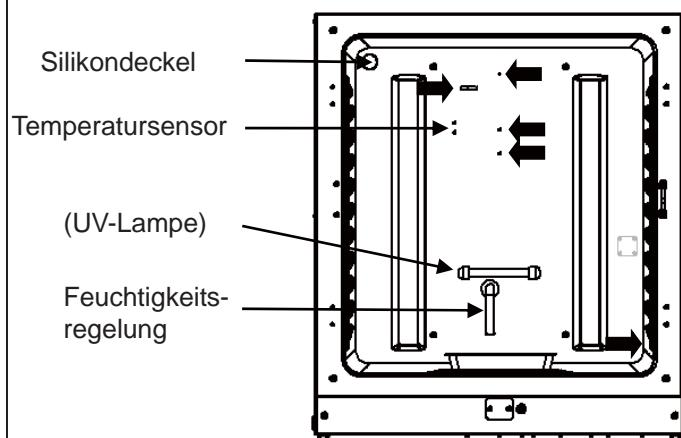

Abb. 2
Achten Sie darauf, dass kein verdünntes Reinigungsmittel oder Wasser in den Temperatursensor, den Zuleitungsanschluss für das CO₂-Gas, den Zugangsport für Innenraum-Luftproben, das Lager der Lüfterwelle oder den Luftprobenauslass (siehe ↙ in Abb. 2) gelangt. Der Temperatursensor und die UV-Lampe dürfen nicht mit Reinigungsmittel gesäubert werden. Andernfalls können Störungen auftreten.
3. Ziehen Sie die Befeuchtungswanne heraus (Abb. 2).